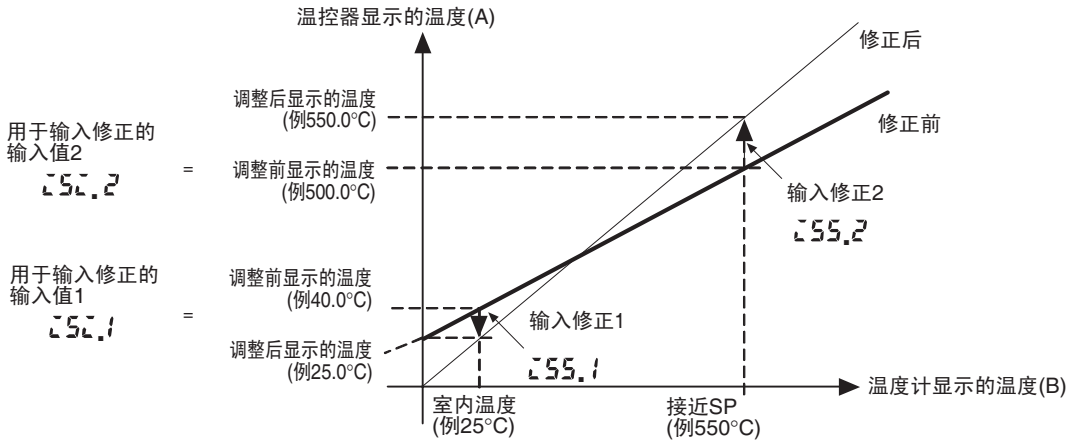

图2 2点修正
4. 设置之后，检查温控器读取值 (A) 和对象温度 (B)。
5. 现在在接近室内温度和接近 SP 这 2 点执行修正。如果希望提高接近 SP 的精度，则在 SP 的上下建立 2 个或更多修正点。图 2 举例说明修正。